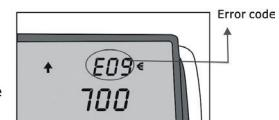

Fig.2
- Gdy banknot budzi podejrzeniu, jest wysuwany z przodu oraz następuje emisja 3 sygnałów dźwiękowych. W tym samym czasie przycisk zasilania zaczyna migać (rys. 2). Kody błędów omówiono w liście usterek.